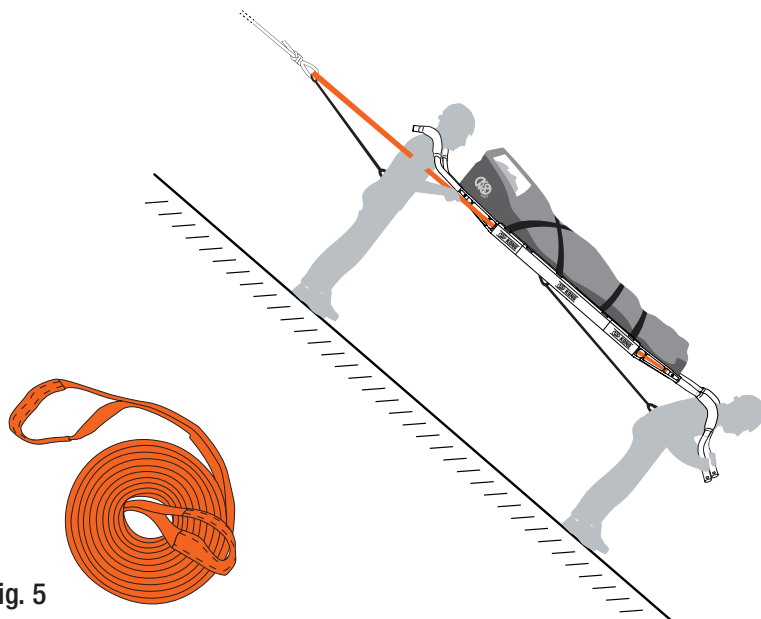

Fig. 5
- **Calate e recuperi su tratti con forti pendenze (fig. 5)**
- **Calate e recuperi nel vuoto (fig. 5)**